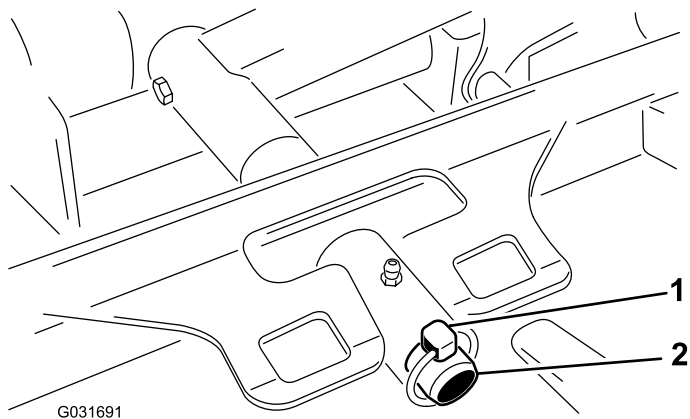

Bild 13
3. Entfernen Sie den Klappstecker, mit dem der Trägerrahmen des Mähwerks am Lagerbolzen des Hubarms befestigt ist (Bild 13).